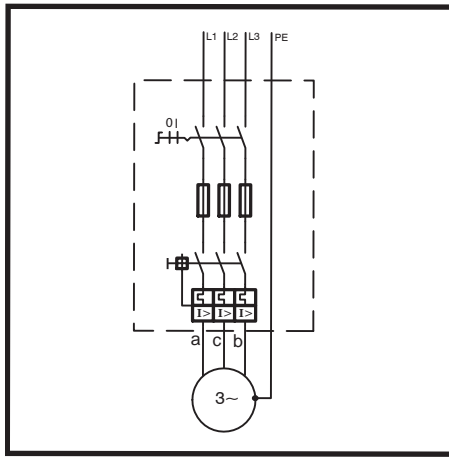

Fig.: 14
1. Conexão trifásica, ver (Fig. 14). Ligar o motor de tal forma que o sentido de rotacão seja o mesmo do agregado. A conexão mostra a comutacão normal com a rotacão a direita e uma outra no sentido anti-horário.